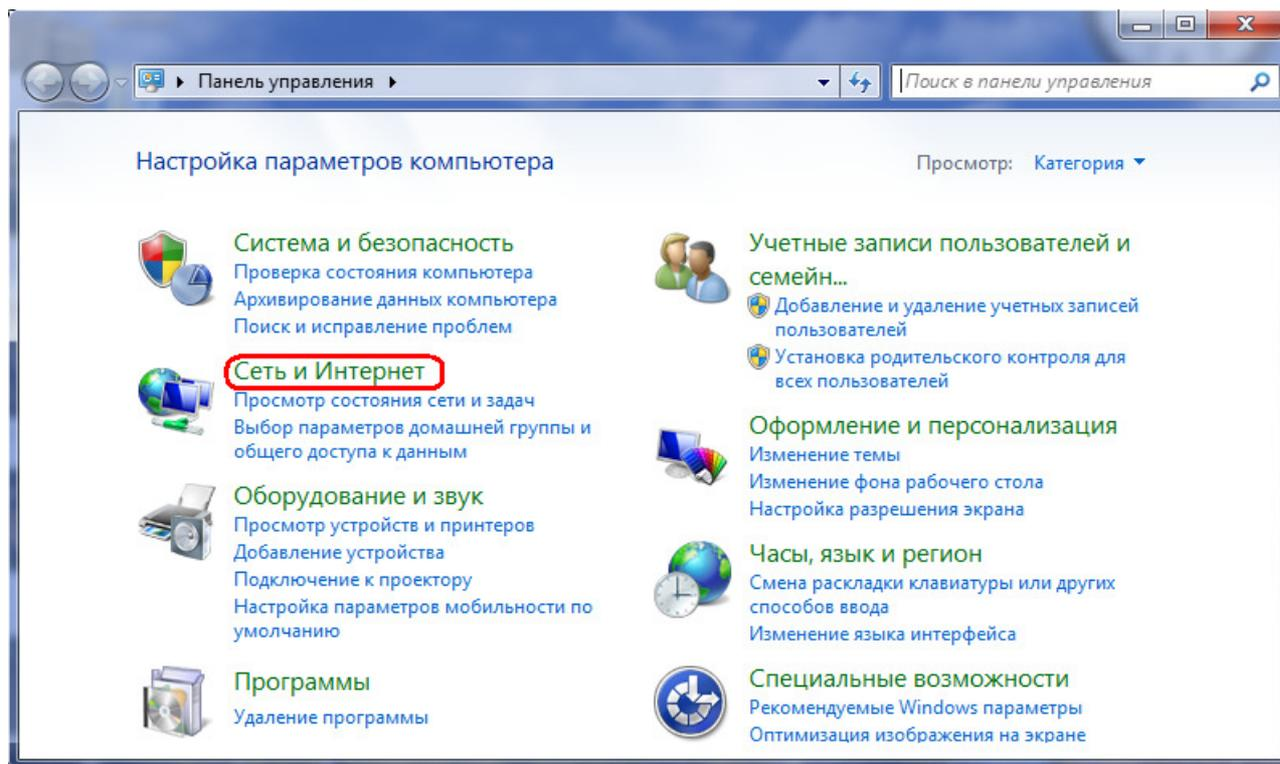

Рис. 2.1.2. Содержимое окна «Панель управления»
1. В появившемся окне выберите пункт «Сеть и Интернет» (рис.2.1.2).